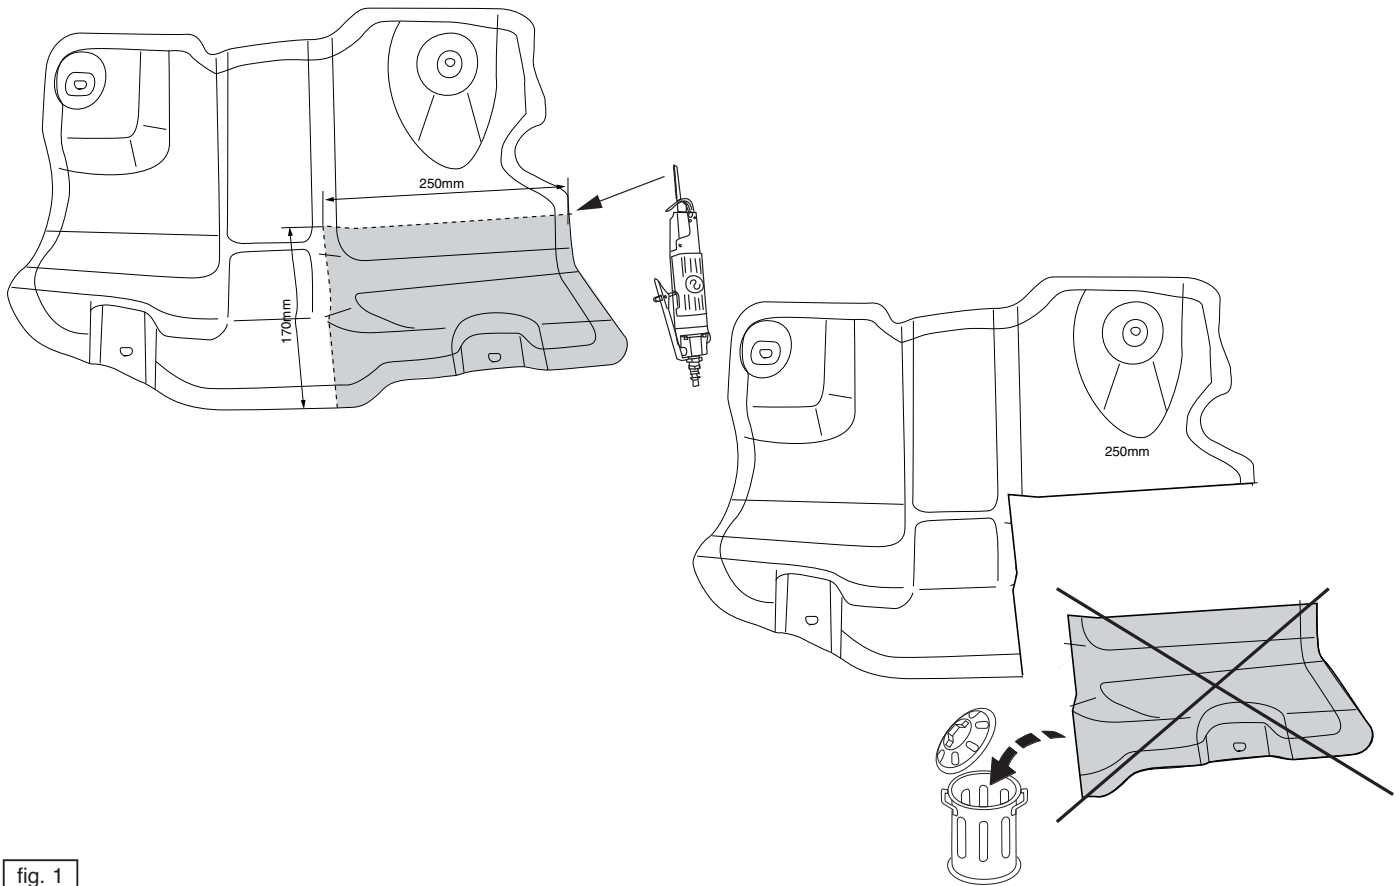

fig. 1
4. Выпилить часть из теплозащитного экрана, как указано на рис. 1.